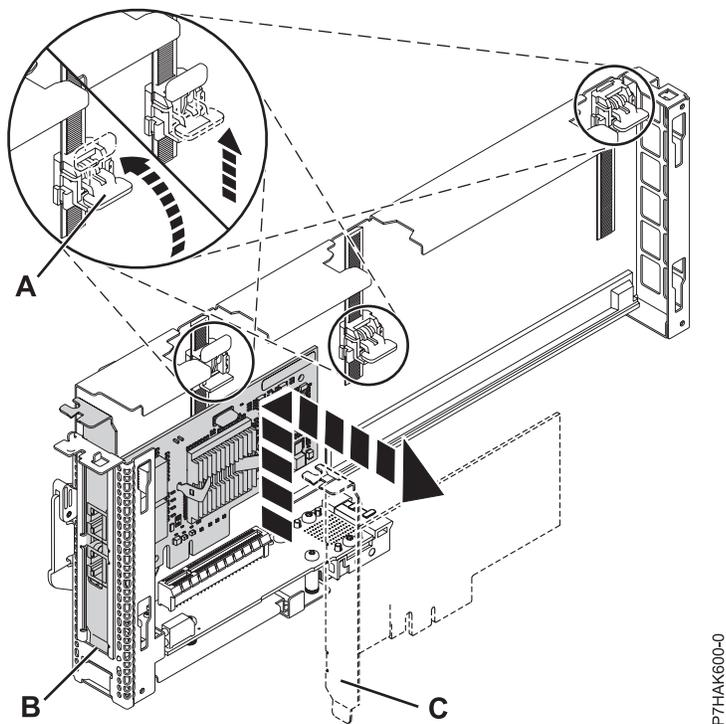

Figura 27. Adaptador removido do cassete do adaptador PCI
- a. Destrave os retentores do adaptador girando os cliques retentores (A) na posição horizontal. Consulte Figura 27 na página 36.
- 1) A borda do adaptador localizada na extremidade do cassete que contém as alças do cassete é chamada de **suporte sobre trilhos** do adaptador (C).
- 2) Dois cliques retentores (A) estão localizados na parte superior do cassete, ao longo da borda superior do adaptador. Arraste os cliques retentores do adaptador para fora do adaptador. .
- b. Remova o adaptador para fora do cassete, segurando a borda do adaptador oposto ao suporte sobre trilhos e, em seguida, levante o adaptador para fora da parte inferior do cassete. Arraste o adaptador para fora do canal de retenção do suporte sobre trilhos (B).